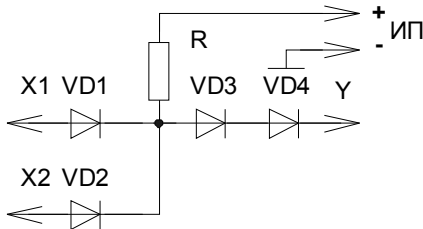

Рис. 169
2. Элемент ИЛИ. В простейшем случае реализуется на полупроводниковых диодах (смотрите рисунок 169). Необходимым условием для работы является: 1) $U_{вх}^1 > U_{ип}$; 2) $R \gg R_{i.пр}$.